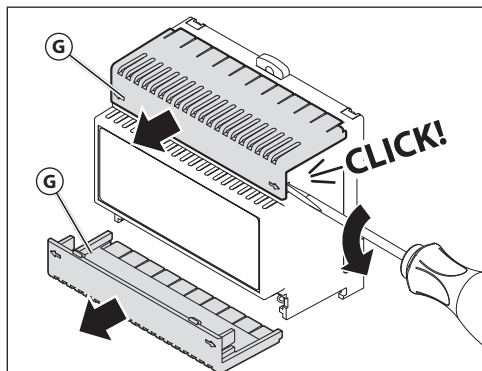

Fig. 3
1. Rimuovere entrambi i coperchi copri-morsetti (G) inserendo un giravite piatto da 4.5 mm nelle clip (H) dopodiché ruotare finché non si udirà un **CLICK!** (Fig. 3)